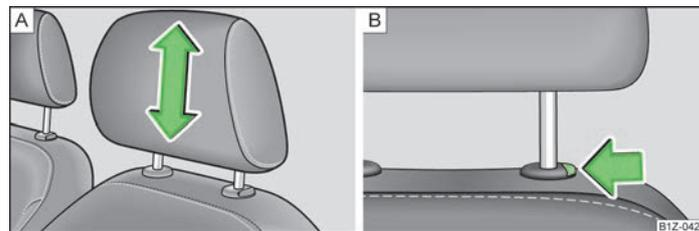

Fig. 44 Reposacabezas. Ajustar/desmontar
- Coger el reposacabezas por los lados con las dos manos y tirar a discreción de él hacia arriba » fig. 44 - A.
- Si se desea desplazar el reposacabezas hacia abajo, pulsar y mantener pulsada la tecla de seguro » fig. 44 - B con una mano, y con la otra mano el desplazar el reposacabezas hacia abajo.
- Pulsar la tecla del seguro en el sentido de la flecha » fig. 44 - B y extraer el reposacabezas.